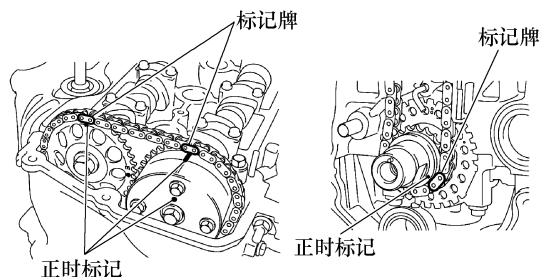

图 1-224 正时标记对准
⑤ 用 2 个螺栓安装 1 号链条减振器。
⑥ 将凸轮轴的正时标记对准正时链条的标记牌, 安装正时链条, 见图 1-224。